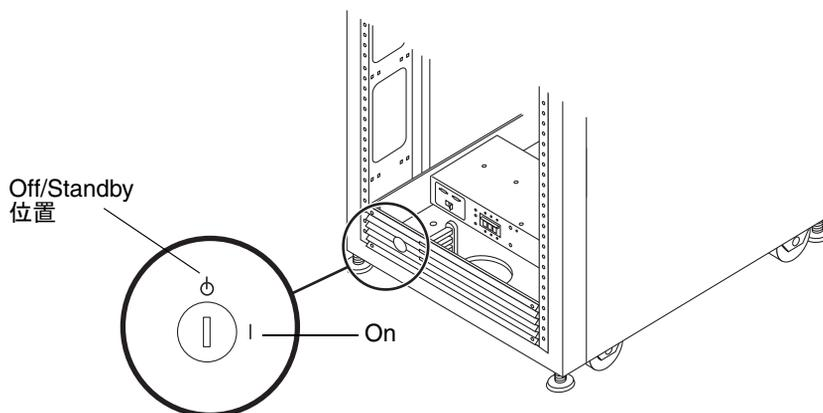

図 B-1 正面下側パネルのキースイッチの位置 (「Standby」位置)
1. ベースキャビネットと拡張キャビネット (使用している場合のみ) の正面下側パネルのキースイッチが「Standby」位置になっていることを確認します (図 B-1)。このスイッチのキーはベースキャビネットの出荷キットに同梱されています。キースイッチが「Standby」位置になっていない場合は、キーを挿入してキースイッチを「Standby」位置にしてください。